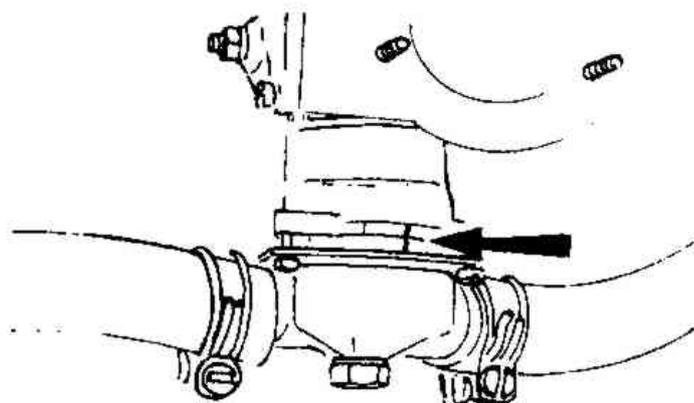

рис.3.97. Установочные метки на корпусе воздушной заслонки (Разд.36)
12. Соедините биметаллическую пружину с рычагом заслонки, установите на место крышку заслонки и наживите три крепящих ее винта. Поворачивайте крышку до совмещения меток и затяните три винта (Рис.3.97).